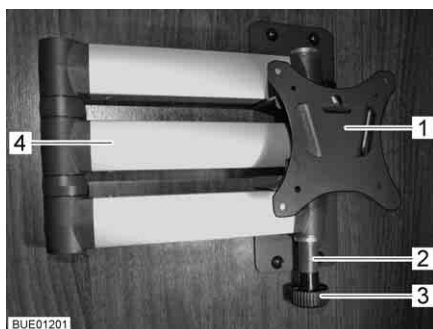

Bild 67 Fäste med ledad arm
- Dra i låsknappen (Bild 67,3). Den ledade armen (Bild 67,4) är upplåst.
- Vrid tillbaka den platta bildskärmen till utgångsläget, tills fästet (Bild 67,1) hakar fast i låset (Bild 67,2).